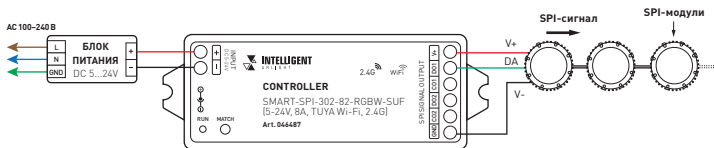

Рис. 1. Схема подключения контроллера SMART-SPI для управления SPI-модулями
- 3.2. Подключите устройство согласно схемам, представленным на рис. 1, 2 и 3.